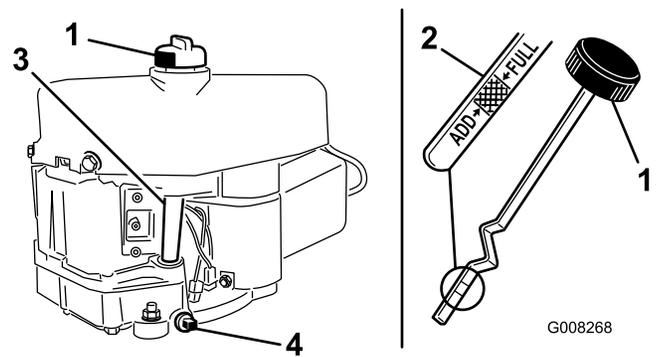

Figure 24
8. Retirez la jauge d'huile et essuyez soigneusement l'extrémité métallique (Figure 24).
9. Revissez la jauge complètement dans le goulot de remplissage (Figure 24).
7. Nettoyez la surface autour de la jauge (Figure 24) pour éviter de faire tomber des impuretés dans l'orifice de remplissage, ce qui endommagerait le moteur.
9. Enlevez le bouchon de vidange pour permettre à l'huile de s'écouler (Figure 24).
- Nettoyez la surface autour du bouchon de la jauge de niveau d'huile et dévissez le bouchon (Figure 24).
- Versez avec précaution environ 80 % de l'huile moteur dans le goulot de remplissage (Figure 24).